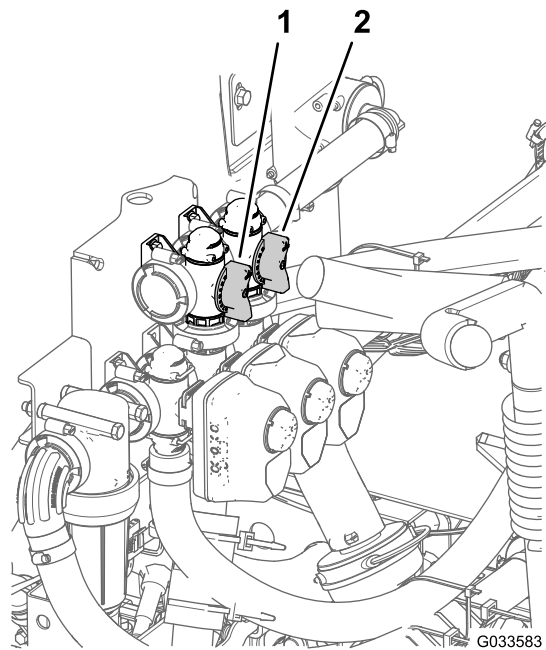

Figura 72
11. Ajuste a válvula de derivação de agitação (Figura 72) na parte posterior da válvula de agitação até que a pressão indicada no medidor seja 6,9 bar.
8. Ajuste o manípulo de derivação principal das secções para controlar a quantidade de agitação que ocorre no depósito (Figura 72)